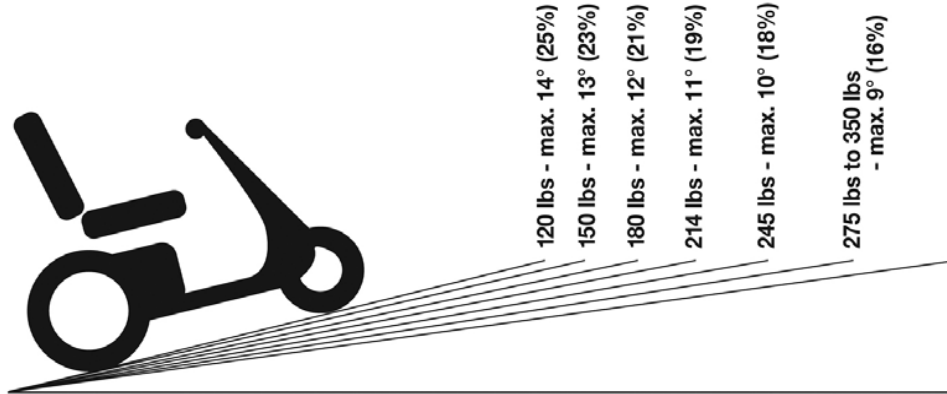

Fig. 1
- Vous devez prendre une posture corporelle qui augmente la stabilité lorsque vous gravissez une pente. À cet effet, penchez le torse vers l'avant pendant la montée, ceci augmente la stabilité du scooter pendant la manoeuvre. Cette posture est illustrée dans la figure 1 ci-dessous "Position à stabilité accrue". De plus, le dossier du scooter ne doit jamais être en position trop inclinée vers l'arrière et le siège doit être avancé au maximum à l'aide du levier de réglage du siège (voir la section 4.1.2 "Réglage de la profondeur du siège" page 20).
- Prenez la posture de la “Position de stabilité accrue” illustrée à la figure 1 (page 34) en penchant le torse vers l'avant. Ceci augmentera la stabilité du scooter. De plus, avancez le siège complètement vers l'avant (voir la section 4.1.2 “Réglage de la profondeur du siège”, page 20).